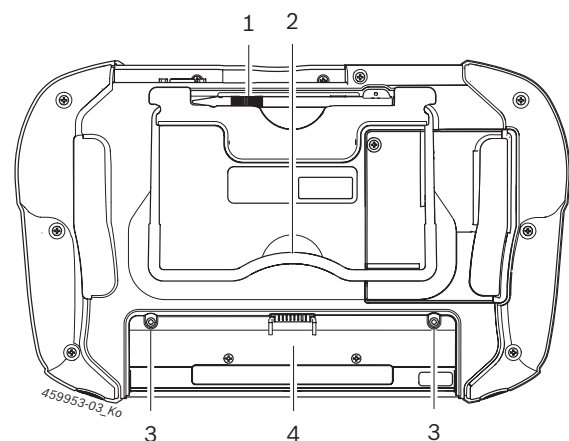

Abb. 3: KTS 350 Нижняя сторона
- Вставить аккумулятор в отсек и закрепить двумя винтами, которые находятся на аккумуляторе (см. рис. 3, поз. 3).